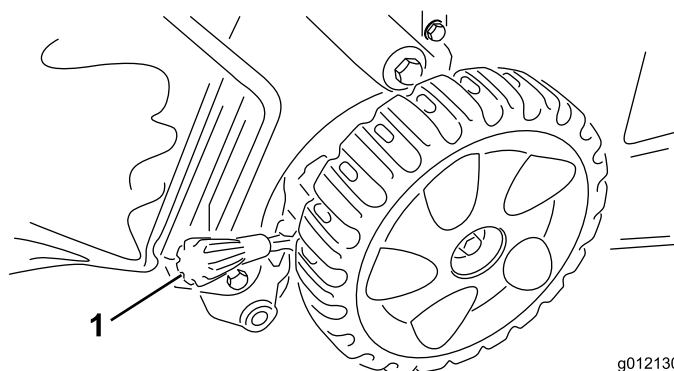

Рисунок 12
**Примечание:** Чтобы поднять машину, переместите оба рычага регулировки высоты скашивания вперед; для опускания машины переместите их назад (Рисунок 12).